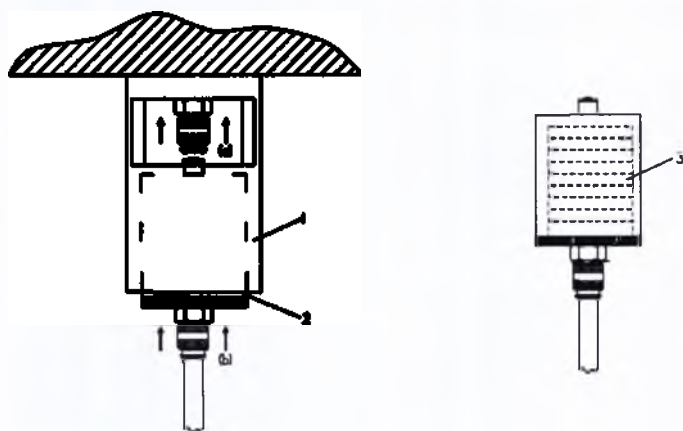

Рис.7
- Картридж фильтра (Рис.7/(3))
- Металлический кожух (Рис.7/(2))
Отсоединение фильтра для воды (Рис. 7) и подготовка к стерилизации:
Закройте кран подачи воды и нажимайте на ручку для воды (рис.1 (3)), пока давление не упадет и струя не прекратится. Откройте заслонку –(рис.7а) между ЛОР-комбайном и ящиком для фильтра. Ящик для фильтра (рис.7(2)) можно вынуть из его кожуха. Слейте оставшуюся воду из трубки и ящика для фильтра, нажав на управляющий рычаг ручки для воды. Вода вытечет под действием силы тяжести, ящик для фильтра нужно держать
Фильтр для воды можно стерилизовать в автоклаве целиком. Нет необходимости отсоединять трубку/ручку для воды от ящичка для фильтра или вынимать картридж фильтра (рис.7а).
Картридж фильтра (рис.7(3)) (артикул 69884) необходимо менять каждые полгода: